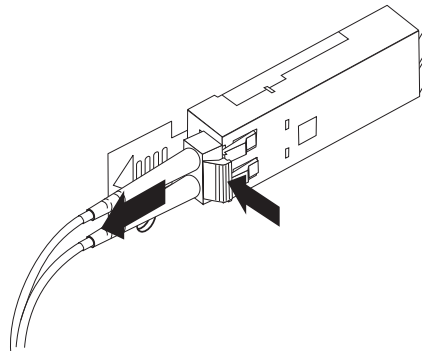

Figura 23. Removendo o Cabo Fibre Channel LC-LC
2. Enquanto pressiona a alavanca do cabo para baixo, puxe cuidadosamente o conector para remover o cabo do módulo SFP, como mostra a Figura 23.